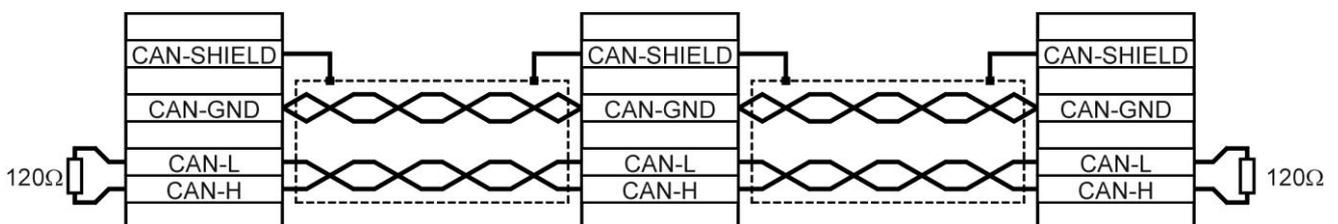

Abbildung 23: Verkabelungsbeispiel für CAN-Bus
- Die einzelnen Knoten des Netzwerkes werden grundsätzlich linienförmig miteinander verbunden, so dass das CAN-Kabel von Regler zu Regler durchgeschleift wird (Siehe *Abbildung 23*).